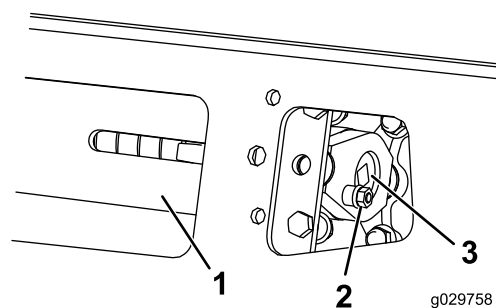
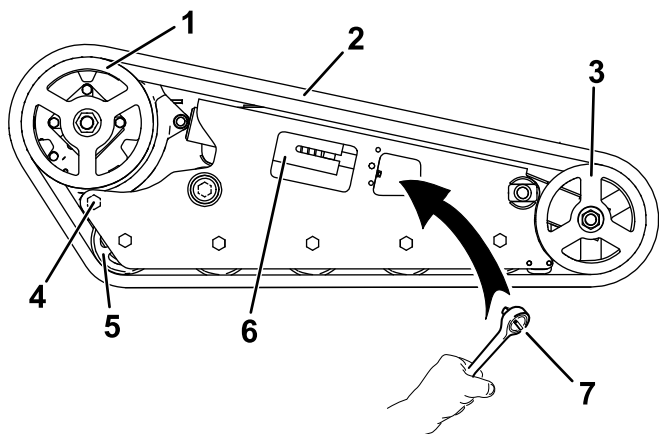

Figure 57
Figure 58
3. Enlevez le boulon et l'écrou de blocage (Figure 57).
5. Alignez l'encoche la plus proche dans la vis de tension et le trou du boulon de blocage, et fixez la vis avec le boulon et l'écrou de blocage (Figure 57).
4. Enlevez le boulon et l'écrou de blocage (Figure 57).
5. À l'aide d'un rochet de 1/2 pouce, tournez la vis de tension dans le sens horaire pour détendre la transmission (Figure 57 et Figure 58).
- Desserrez le boulon arrière près de la roue d'entraînement (Figure 58).
- Lorsque la chenille est déchaussée de la roue avant, retirez-la du pignon d'entraînement et des galets de roulement (Figure 58).
- Enroulez la chenille sur la roue avant (Figure 58).
- Poussez la chenille sous et entre les galets de roulement (Figure 58).
- Enroulez les chenilles sur le pignon d'entraînement (Figure 58).
5. À l'aide d'un rochet de ½", tournez la vis de tension dans le sens horaire pour détendre la transmission (Figure 57 et Figure 58).
6. Desserrez le boulon arrière près de la roue d'entraînement (Figure 58).